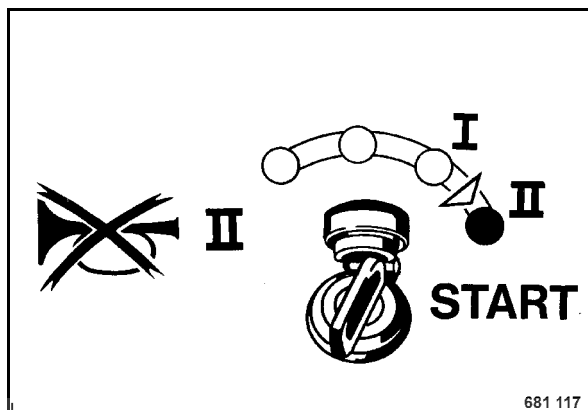

fig. 33
- Tourner la clé sur position "II" (fig. 33) ; le moteur démarre.